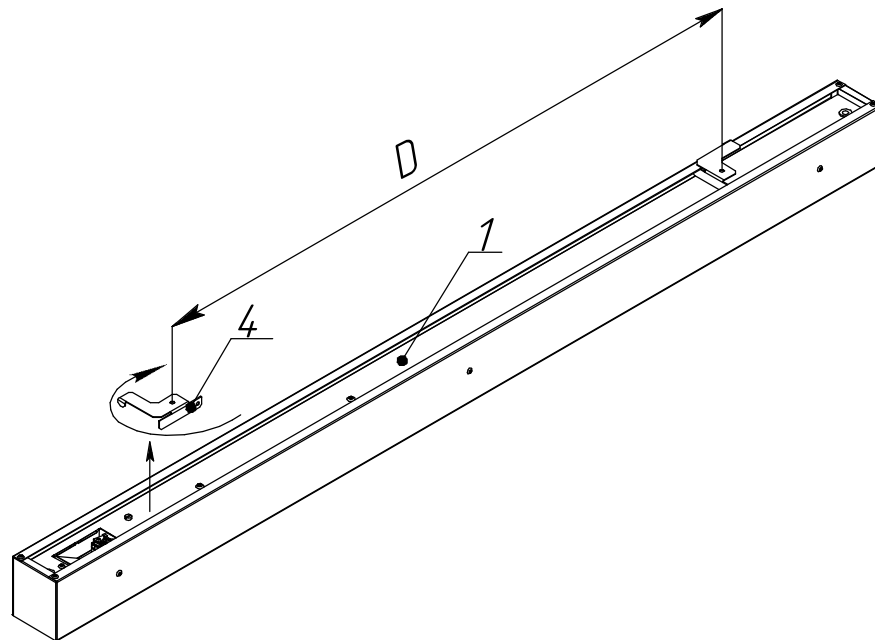

Рисунок 2 - Схема установки светильника серии ДПО07
5.3 **Установка светильника на потолок (см. рисунок 2):**